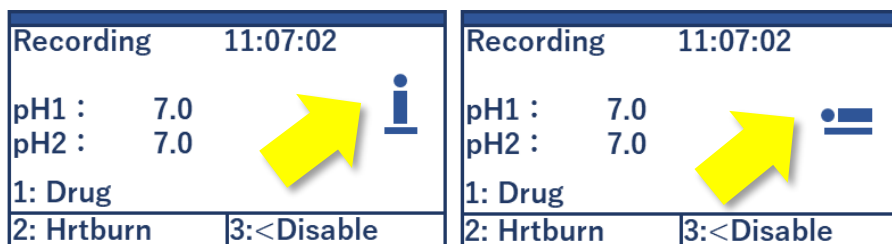

図 44 姿勢の表示（左：直立、右：臥位）
患者が直立姿勢または臥位姿勢になっている時間は、測定中の記録中に体位の記録する必要があります。この体位の記録データは、それぞれの身体位置における逆流パターンの分析に使用します。記録開始時はデフォルトで直立姿勢に設定されています。体位は、レコーダーのディスプレイ上に示されます（図 44）。
- ① 臥位姿勢の記録
臥位キー（図 45 の (A)）を押して、直立モードから切り替えます。押した時に確認音が鳴ります。ディスプレイ上には図 44 の右が表示されます。
- ② 直立姿勢の記録
臥位キー（図 45 の (B)）を押して、直立モードから切り替えます。押した時に確認音が鳴ります。ディスプレイ上には図 44 の左が表示されます。